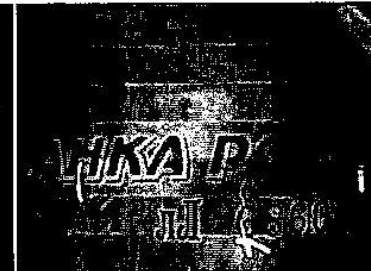

Рис. 8
- нажать на кнопку «СЗ ↓», включив источник СЗ излучения. Должно появиться показанное на рис. 8 изображение свечения в ИК диапазоне люминесцирующих волокон бумаги.